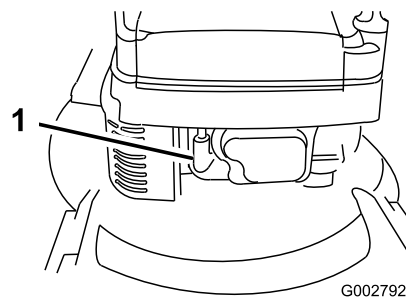

Figura 12
1. Collegate il cappello alla candela (Figura 12).